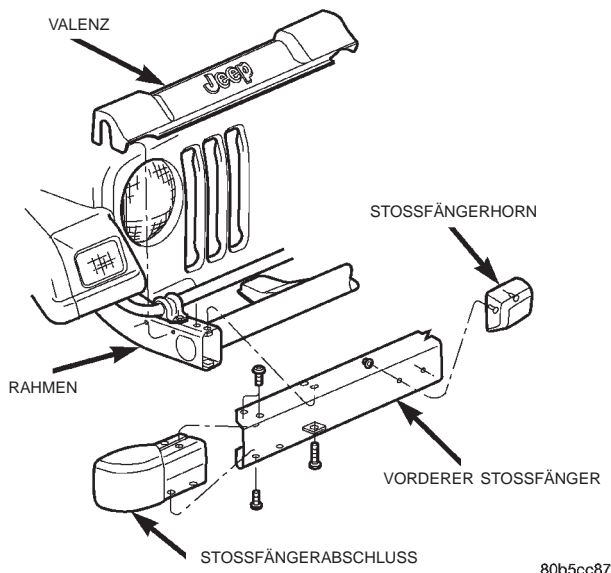

Abb. 3 Vorderer Stoßfänger—Bauteile
- (1) Je nach Ausstattung die Kabelbaumsteckverbinder von den Nebelscheinwerfern abziehen.
- (2) Die Befestigungsschrauben lösen, mit denen der Stoßfänger an den Längsträgern befestigt ist (Abb. 3).
- (3) Je nach Ausstattung Abschlepphaken abbauen.
- (4) Den Stoßfänger vom Fahrzeug abbauen.